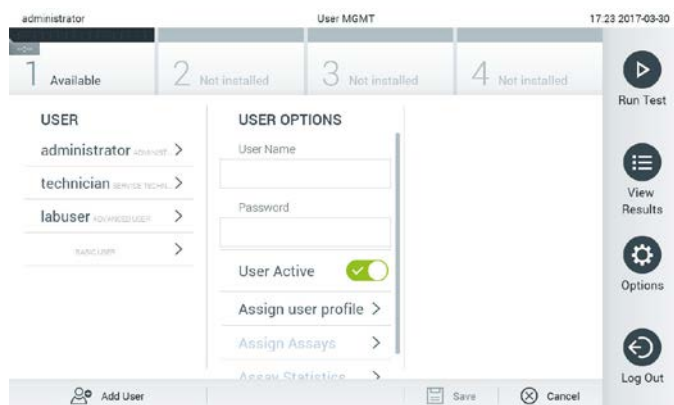

図 56.新規ユーザーを追加。
1. **Options**（オプション）ボタン、次に **User Management**（ユーザー管理）ボタンを押して、ユーザーを設定します。**User Management**（ユーザー管理）画面がディスプレイのコンテンツエリアに表示されます（図 56）。